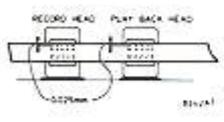

Fig. 12
c. Einstellen der Kopfhöhe (Abb. 12)